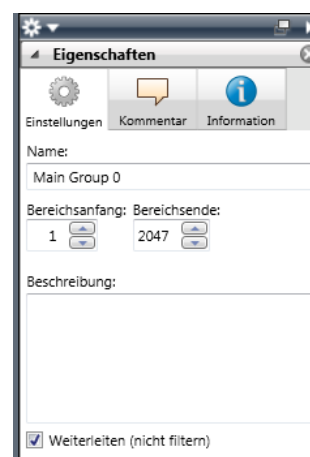

Abbildung 167: Einstellen der **Weiterleiten**-Option
1. Aktivieren Sie in der ETS4 die Option **Weiterleiten** in den Eigenschaften der Gruppenadresse oder des Gruppenbereichs, wie in Abbildung 167 dargestellt. Wenn diese Option aktiviert ist, leiten die Koppler diese Adresse weiter.